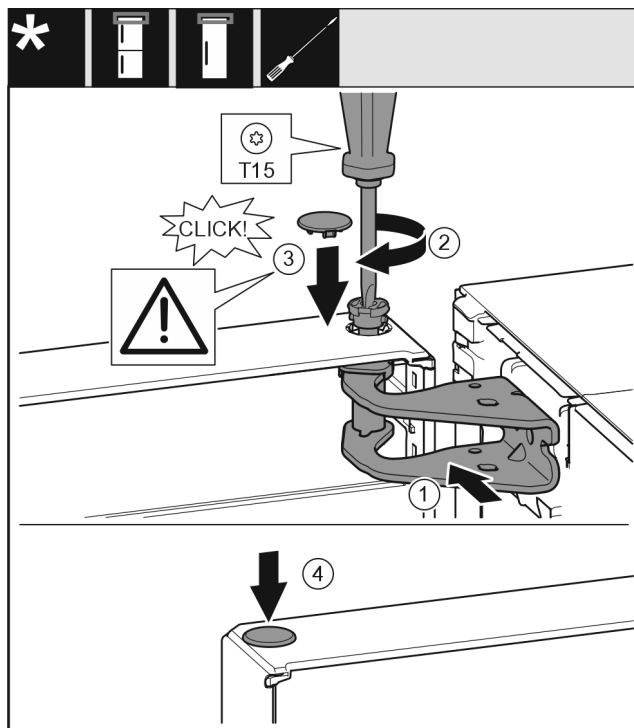

Fig. 21
- ▶ Aliniați ușa sus spre deschizătură în suportul de lagăr. Fig. 21 (1)
- ▶ Introduceți bolțul și înșurubați-l ferm cu șurubelnița T15. Fig. 21 (2)
- ▶ Montarea capacului de siguranță pentru siguranța ușii: Introduceți capacul de siguranță și controlați dacă este așezat pe ușă. În caz contrar, introduceți complet bolțul. Fig. 21 (3)
- ▶ Introduceți dopul. Fig. 21 (4)